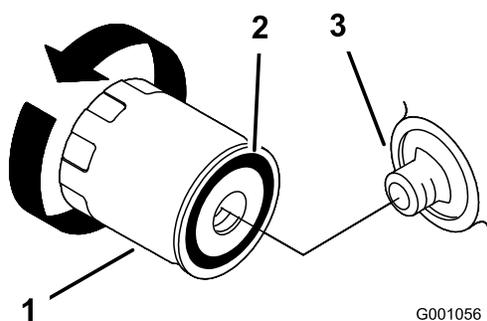

Figura 21
2. Remova o filtro de óleo antigo e limpe a superfície de vedação do adaptador do filtro (Figura 21).
3. Aplique uma fina camada de óleo para sistemas hidráulicos na junta de borracha do filtro de substituição (Figura 21).
que o vedante de borracha entre em contacto com o adaptador do filtro, em seguida, aperte o filtro mais 2/3 a 1 volta (Figura 21).